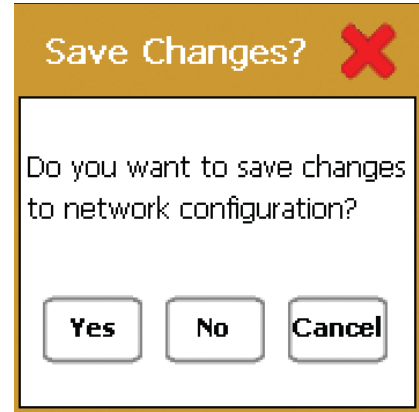

Abbildung 6.13: Änderungen speichern
- c. Nachdem alle Adressen eingegeben sind, berühren Sie die Schaltfläche 'BEENDEN [EXIT]', siehe Abbildung 6.12: Beenden, und der Warndialog, siehe Abbildung 6.13: Änderungen speichern, erscheint, damit Sie die Zahleneingaben bestätigen können.